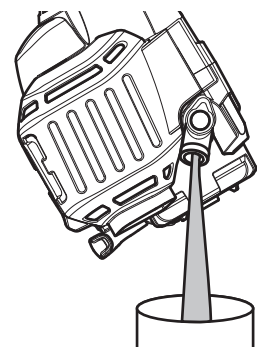

Fig. 36
3. Inclíne la unidad verticalmente para verter el aceite fuera del orificio de llenado de aceite y al interior del recipiente (Fig. 36). Deje bastante tiempo para que se drene completamente.